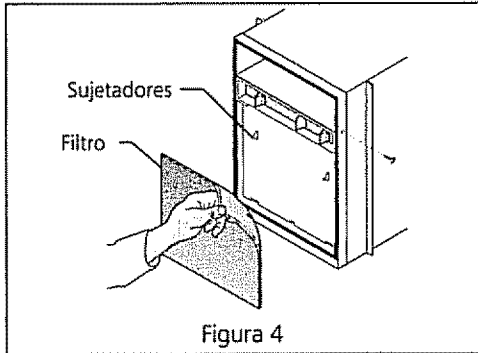

Figura 4
- Quite el tornillo ranurado de cada lado de la caja con un destornillador normal. Apriete el frente hacia abajo y jálelo hacia usted para desprenderlo de su traba. Levante el frente. Saque el filtro de su hueco (Figuras 6 y 7), o jale el filtro derecho hacia afuera de los sujetadores (figura 4).